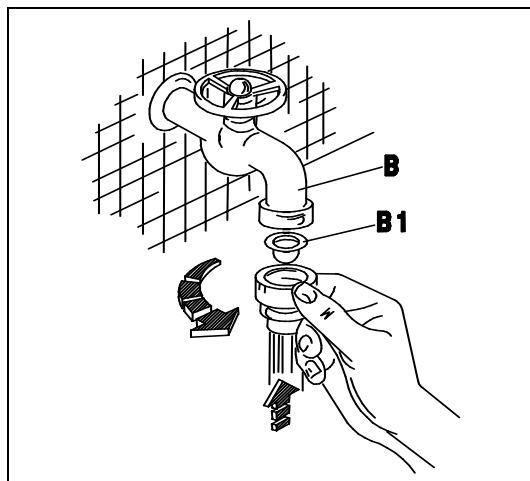
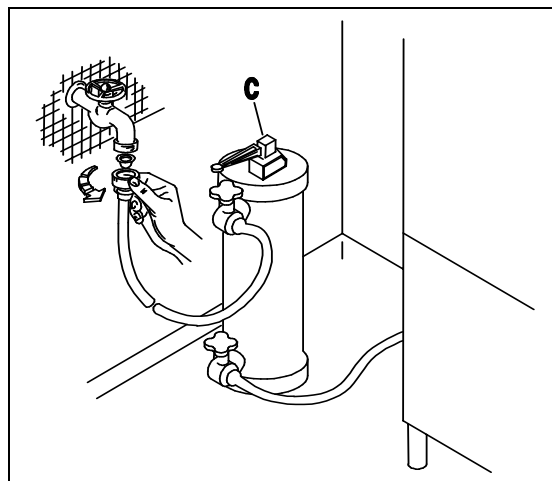
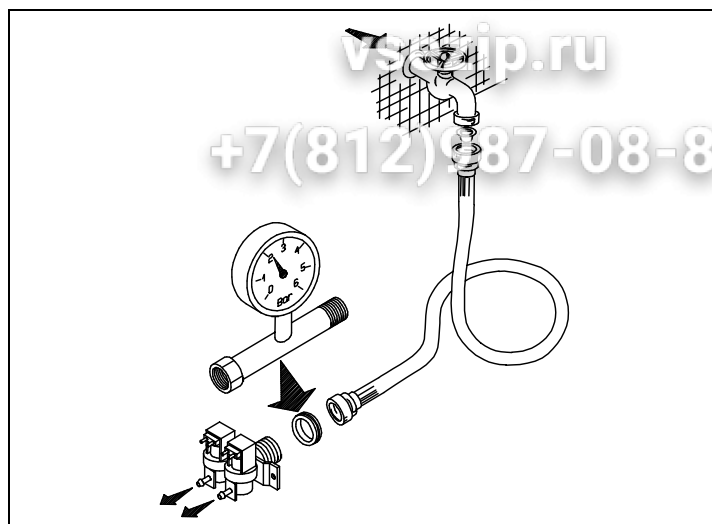
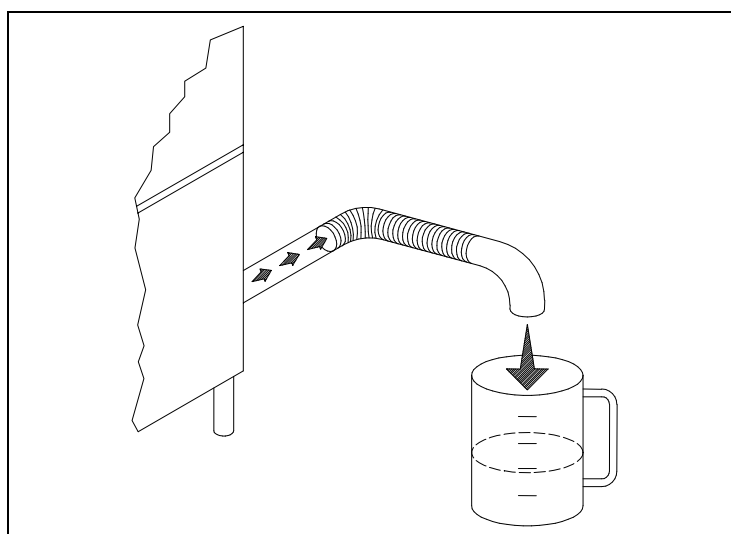

Fig. 2-2
Fig. 2-3
Fig. 2-4
Fig. 2-5
- L'apparecchio è previsto per l'allacciamento all'acqua fredda o calda (max 50 ÷ 55°C), con una pressione a valvola aperta come indicato nella Tab. 2-1. In caso di pressione superiore alla massima consigliata, bisogna installare un riduttore di pressione. In caso di pressione inferiore alla minima consigliata, bisogna installare una pompa di aumento pressione di max 0.5 Hp, con una portata di 20 L/min ed una prevalenza di 15÷20 mt.. Il controllo della pressione deve essere effettuato all'ingresso dell'elettrovalvola (ved. fig.2-4). La condotta dell'acqua deve avere un diametro interno di almeno 16/18 mm (ved. fig.2-5). Collegare il tubo di carico acqua dell'apparecchio ad un rubinetto d'intercettazione (B), posto preferibilmente nelle immediate vicinanze dell'apparecchio, interponendo l'apposito filtro in dotazione (B1) (ved. fig.2-2). Si consiglia l'installazione di un decalcificatore (C) (non in dotazione), montato a monte dell' elettrovalvola della macchina (ved.fig.2-3).
- The appliance is designed for connection to the cold or hot water supply (max. 50 55°C) at a mains pressure with the valve open as shown in Table 2-1 and a minimum output of 10 litres/min. If pressure exceeds the maximum, fit a pressure reducer. If pressure is lower than the minimum, fit a pressure booster pump of max. 0.5 HP, with an output of 20 litres/min. and a head of 15-20 metres. Pressure must be measured at the solenoid valve inlet (see fig. 2-4). The water pipes must have an internal diameter of at least 16/18 mm (see fig. 2-5). Connect the appliance water supply pipe to a cut-out tap (B), preferably placed close to the appliance, fitting the special filter provided (B1) (see fig. 2-2). We recommend fitting a water softener (C) (not provided) upstream from the machine solenoid valve (see fig. 2-3).
- Das Gerät ist für den Anschluss an Warm-und Kaltwasser (max. 50-55°C) vorgesehen, wobei der Druck bei offenem Ventil dem in Tab. 2-1. Bei höherem Druck als dem empfohlenen einen Druckminderer installieren. Bei niedrigeren Druck als empfohlen eine Druckerhöhungspumpe mit max. 0,5 PS , einer Förderleistung von 20l/min und einer Förderhöhe von 15-20m installieren. Die Druckkontrolle muss am Eingang des Elektroventils erfolgen (siehe Bild 2-4). Die Wasserleitung muss einen Innendurchmesser von mindestens 16/18 mm aufweisen (siehe Bild 2-5). Den Zulaufschlauch des Gerätes an einen möglichst nahegelegenen Wasserhahn (B) anschliessen und den vorgesehenen Filter (B1) anbringen (siehe Bild 2-2). Der Einbau eines Etkalkers (C) wird empfohlen; dieser gehört nicht zur Ausstattung und muss vor dem Elektroventil der Maschine eingebaut werden. (siehe Bild 2-3).
- L'appareil peut être raccordé à l'eau froide ou chaude (50:55°C max) à une pression, soupape ouverte, comme indiqué dans le Tableau 2-1. Si la pression dépasse la pression maximum conseillée, il faut installer un réducteur de pression. Si la pression est inférieure à la pression minimum conseillée, il faut installer une pompe pour faire augmenter la pression de 0,5 Hp max., à un débit de 20 litres /min et à une hauteur d'élévation de 15-20 m. Le contrôle de la pression sera effectué à l'entrée de l'électrovanne (voir fig. 2-4). Les conduites d'eau auront un diamètre interne d'au moins 16/18 mm (voir fig. 2-5). Raccorder la conduite d'arrivée de l'eau de l'appareil à un robinet secondaire (B), installé si possible tout près de l'appareil, après avoir intercalé le filtre spécial fourni (B1) (voir fig. 2-2). Nous conseillons d'installer un adoucisseur (C) (non fourni) qui sera monté en amont de l'électrovanne de la machine (voir fig. 2-3).
- Este aparato se puede alimentar con agua caliente o fría (máx. 50 ÷ 55°C); la presión del agua con válvula abierta está indicada en la Tabla 2-1. En caso de que la presión fuera superior a la máxima que se aconseja, instale un reductor de presión; si fuera demasiado baja, instale una bomba de aumento de presión de 0,5 Hp (máximo), con un caudal de 20 litros por minuto y una altura de elevación de 15 a 20 m. El control de la presión se debe efectuar en la entrada de la electroválvula (véase fig. 2-4). La tubería del agua debe tener un diámetro interior de 16-18 m. por lo menos (véase fig. 2-5). Conecte el tubo de alimentación del agua del aparato a un grifo de paso (B), que irá montado preferentemente muy cerca del aparato, tras interponer el filtro (B1) del equipamiento base (véase fig. 2-2). Es aconsejable instalar un descalcificador (C) (que no forma parte del equipamiento base). El descalcificador irá montado antes de la electroválvula de la máquina (véase fig. 2-3).
- O aparelho é predisposto para ser alimentado com água fria ou quente (máx 50-55°C), com uma pressão, com a válvula aberta, como indicado na Tab. 2-1 e com um fluxo de 10 lt/min. No caso de uma pressão superior à máxima indicada, é necessário instalar um redutor de pressão. No caso de a pressão ser inferior à indicada, é necessário instalar uma bomba de máx 0,5 Hp, com um fluxo de 20 lt/min. O controle da pressão deve ser efetuado na entrada da electroválvula (ver figura 2-4). O tubo de água ou mangueira deve ter um dia metro interno de pelo menos 16/18 mm (ver fig. 2-5). Conectar o tubo de alimentação de água do aparelho à uma torneira de fechamento manual (B), colocada de preferência próxima ao aparelho, conectando o filtro em dotação (B1) (ver fig. 2-2). Aconselha-se a instalação de depurador (filtro) de águas duras (calcário) (C), o qual não é previsto no fornecimento da máquina, montado antes da entrada da electroválvula (ver fig. 2-3).
- Het apparaat is geschikt voor aansluiting op warm of koud water (max. 50 - 55°C), met een druk bij geopend ventiel zoals aangegeven in Tab. 2-1. Bij een hogere druk dan de geadviseerde maximum druk moet er een drukregelaar geïnstalleerd worden. Bij een lagere druk dan de geadviseerde minimum druk moet een drukverhogingspomp van max. 0,5 HP geïnstalleerd worden met een opbrengst van 20 l/min en een opvoerhoogte van 15-20 m. De controle van de druk moet op de ingang van het elektroventiel gecontroleerd worden (zie afb. 2-4). De waterslang moet een inwendige diameter van ten minste 16/18 mm hebben (zie afb. 2-5). Sluit de watertoevoerslang van het apparaat aan op een afsluitkraan (B) die bij voorkeur dicht bij het apparaat geplaatst moet zijn en zet het speciale meegeleverde filter (B1) ertussen (zie afb. 2-2). Er wordt geadviseerd om een waterontharder (C) (niet meegeleverd) te installeren, die vóór het elektroventiel van de machine geplaatst moet worden (zie afb. 2-3).